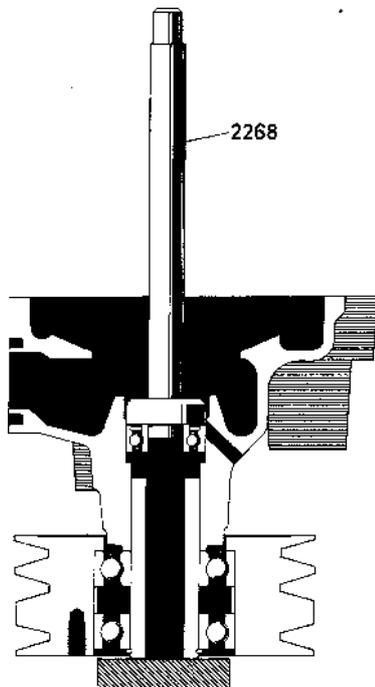

Fig. 92. Remontage du roulement arrière dans le corps de pompe
5. Poser la pompe sur un appui comme indiqué sur la figure 92. Remplir de graisse le roulement arrière et l'espace situé derrière le logement du roulement puis enfoncer le roulement arrière en se servant du mandrin 2268. Le roulement doit être monté de façon à ce que sa rondelle d'étanchéité soit tournée du côté de la turbine.